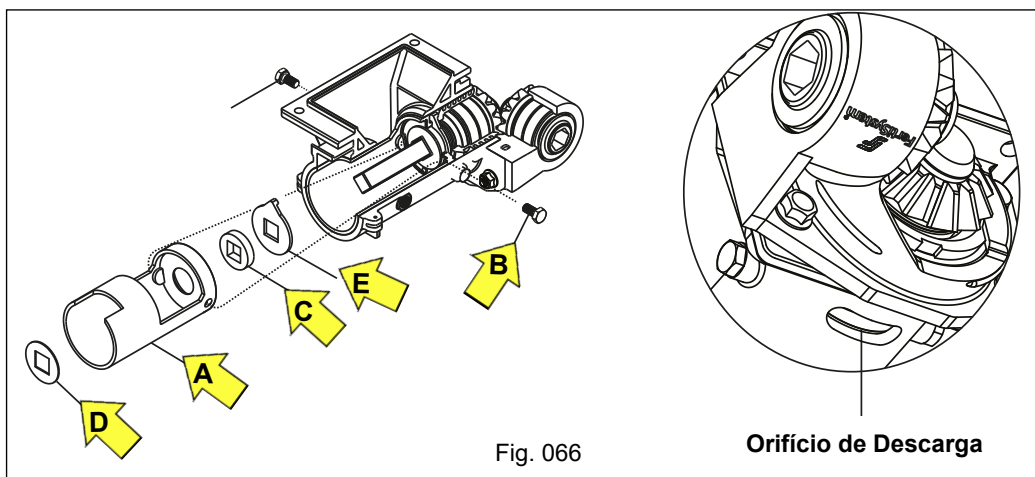

Fig. 066
d) Efetue a análise de desgaste no revestimento "A", substitua-o se apresentar desgaste excessivo, afrouxando e retirando o parafuso "B". Verifique se há desgaste no feltro "C", arruelas "D" e arruela de limpeza "E". O desgaste excessivo é verificado quando ocorrer a saída do adubo em grande quantidade pelo orifício de descarga autolimpante, localizado na face inferior do corpo do distribuidor (Fig. 066).